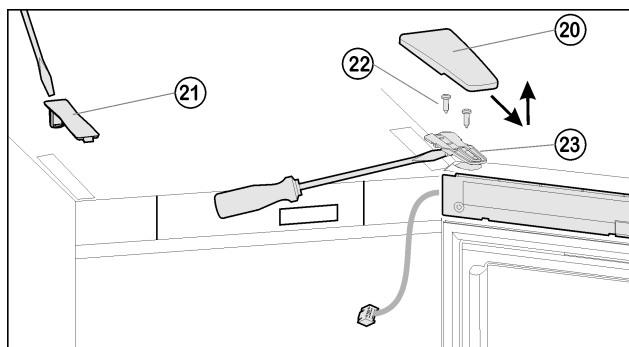
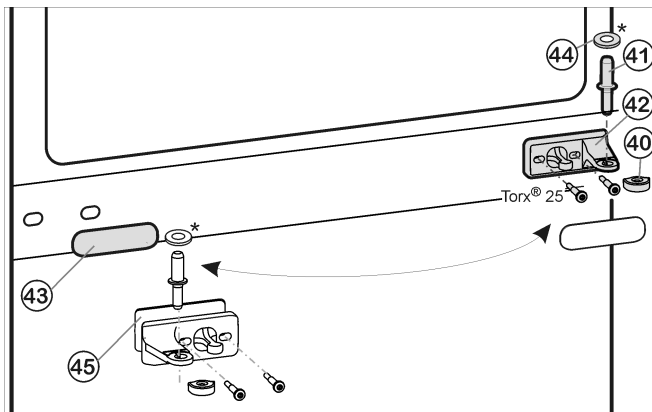
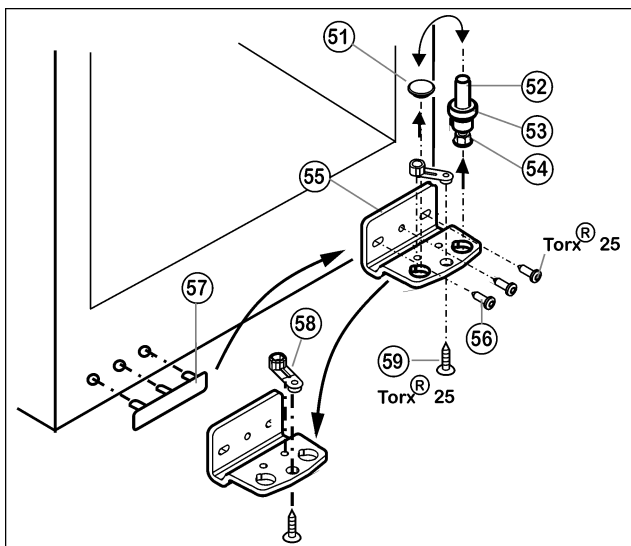

Fig. 6
Fig. 7
Fig. 8
- ▶ Крышку Fig. 6 (20) снимите движением вперед и вверх
- ▶ Снимите крышку Fig. 6 (21).
- ▶ Полностью выверните винты Fig. 6 (22).
- ▶ Снимите дверцу вместе с опорным кронштейном Fig. 6 (23) и кабелем вверх. Для снятия, возможно, понадобится осторожно подцепить опорный кронштейн снизу шлицевой отверткой.
- ▶ Вытащите из опорного кронштейна и нижней дверцы средний опорный палец Fig. 7 (41).
- ▶ Снимите пластмассовый колпачок Fig. 7 (40).
- ▶ Открутите средний опорный кронштейн Fig. 7 (42) (2 шт. Torx® 25).
- ▶ Осторожно снимите накладку Fig. 7 (43).
- ▶ Прикрутите средний опорный кронштейн Fig. 7 (42) с подкладкой Fig. 7 (45) с поворотом на 180° на новую сторону шарнира (с моментом 4 Нм).
- ▶ Защелкните накладку Fig. 7 (43), повернув на 180°, на стороне, где теперь будет ручка.
- ▶ Извлеките опорный винт Fig. 8 (52) в комплекте с шайбой Fig. 8 (53) и регулируемой опорой Fig. 8 (54), вытягивая его вверх.
- ▶ Снимите пробку Fig. 8 (51).
- ▶ Открутите Fig. 8 (56) опорный кронштейн Fig. 8 (55).
- ▶ Открутите Fig. 8 (59) опорную деталь Fig. 8 (58) и, переставив в отверстие на противоположной стороне опорного кронштейна, снова прикрутите.
- ▶ Осторожно снимите и переставьте на противоположную сторону крышку со стороны ручки Fig. 8 (57).
- ▶ Снова прикрутите опорный кронштейн Fig. 8 (55) на новой стороне шарнира (с моментом 4 Нм). При необходимости используйте аккумуляторный шуруповерт.
- ▶ Переставьте пробку Fig. 8 (51) в свободное отверстие.
- ▶ Вновь установите опорный винт Fig. 8 (52) в комплекте с шайбой и регулируемой опорой. При этом фиксатор должен быть направлен назад.
- ▶ Установите дверь сверху на опорный палец Fig. 8 (52).
- ▶ Снова наденьте пластмассовый колпачок Fig. 7 (40) на средний опорный кронштейн Fig. 7 (42).
- ▶ Вставьте средний опорный палец Fig. 7 (41) через средний опорный кронштейн Fig. 7 (42) в нижнюю дверцу.
- ▶ Установите верхнюю дверцу на средний опорный палец *Fig. 7 (41)*, закройте дверцу и установите верхний опорный кронштейн *Fig. 6 (23)* так, чтобы он защелкнулся в верхней стороне устройства.
- ▶ Закрутите опорный кронштейн *Fig. 6 (23)* (с усилием 4 Нм). При необходимости просверлите отверстия или используйте аккумуляторную отвертку.
- ▶ Защёлкните крышку *Fig. 6 (20)* и крышку *Fig. 6 (21)*.
- ▶ При необходимости выровняйте дверцы через два продольных паза в нижнем опорном кронштейне *Fig. 8 (55)* и среднем опорном кронштейне *Fig. 7 (42)* параллельно корпусу устройства. Для этого выкрутите средний винт на нижнем опорном кронштейне *Fig. 8 (55)*.